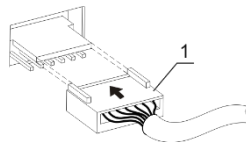

Рисунок 1. Подключение термоблока
- Выбрав термоблок, подсоедините штекер к разъему согласно схеме на рис. 1. Убедитесь, что разъем установлен плотно, до упора.
- Снимите термоблок, не повредив кабель, и отсоедините разъем (рис. 1/1).